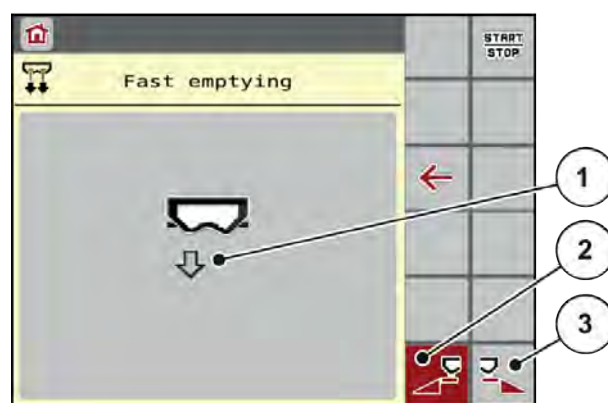

Fig. 27: Meny Fast emptying - Snabbtömning
*Displayen visar den valda delbredden som symbol (Fig. 27 position [3]).*